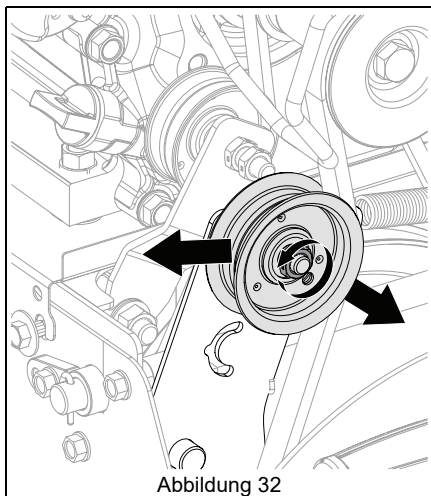

Abbildung 32
Siehe Abbildung 32.
- Wenn ein Abstand von weniger als 1.6 mm (1/16") vorliegt, Spannrollen-Einstellmutter lösen und Spannrolle vom Riemen oder der Riemenscheibe weg bewegen. Die Spannrolle so positionieren, dass ein Mindestabstand von 1.6 mm (1/16") zum Bremsbelag und ein Abstand von 12.7-22.2 mm (1/2-7/8") zwischen Kunststoffrolle und Rahmen vorliegt. Siehe Abbildung 32.